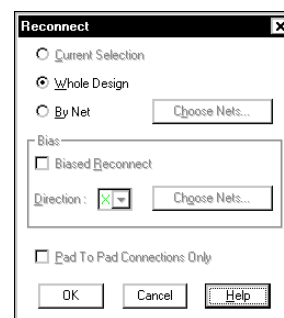

Рис. 9. Оптимизация связей на плате.
19. В появившемся диалоговом окне Reconnect (рис. 9) выберем опцию Whole Design (весь проект) и нажмем кнопку ОК.